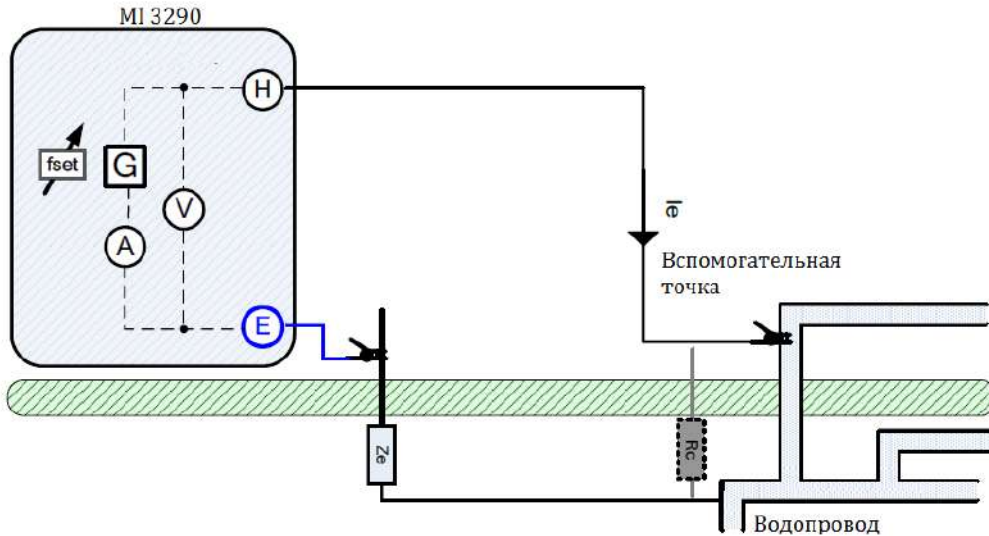

Рисунок 11.2: Пример 2-проводного измерения
- Соберите схему согласно рис. 11.2.